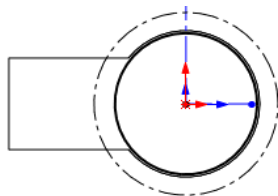

图 8.12 编辑草图
(4) 编辑草图，如图 8.12 所示。退出草图环境，完成成形特征 1 的创建。